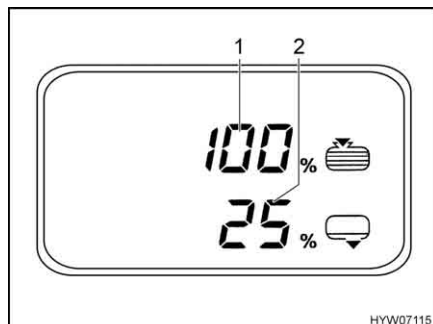

Fig. 130 Menu Serbatoio
- Premere il tasto (Fig. 126,9): Appare il menu Serbatoio (Fig. 130).
- Livello del serbatoio dell'acqua (Fig. 130,1)
- Livello del serbatoio delle acque grigie (Fig. 130,2)
Il menu Serbatoio appare e il rispettivo simbolo inizia a lampeggiare quando il serbatoio dell'acqua è vuoto oppure il serbatoio delle acque grigie è pieno. Lampeggiano inoltre il simbolo allarme e il valore corrispondente in percentuale (Fig. 130,1 o 2).